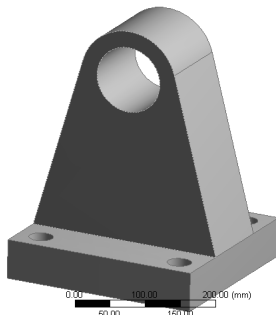
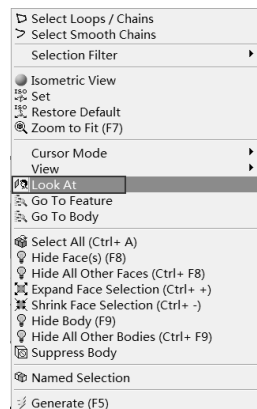

图 5-125 选择面
图 5-126 调整绘图视角
Step2：选择需要加载的面，如图 5-125 所示。在背景中右击，从弹出的快捷菜单中选择 Look At 命令，如图 5-126 所示。